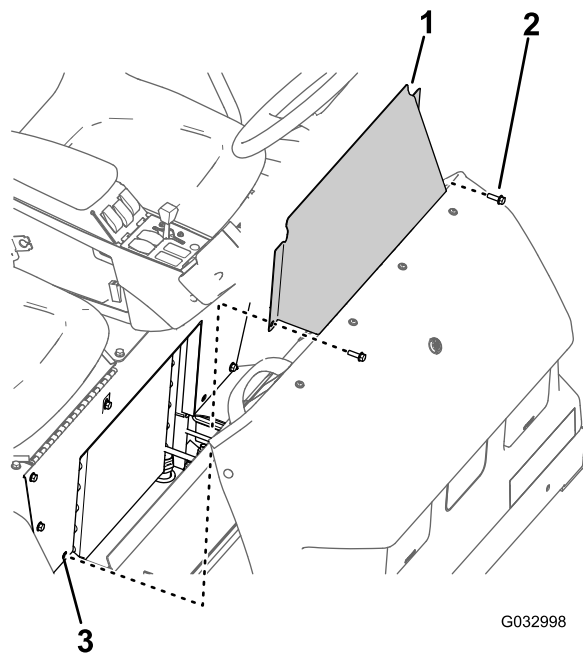

图 69
1. 拆下将座椅底座检修门固定至座椅底座的 2 个凸缘头螺栓图 69。
2. 从机器上卸下座椅底座检修门图 69。
1. 将座椅底座检修门上的孔与座椅底座上的孔对齐图 69。
2. 使用 卸下座椅底座检修门 \(页码 46\) 的步骤 1 中拆下的 2 个凸缘头螺栓图 69 将座椅底座检修门组装到座椅底座上。